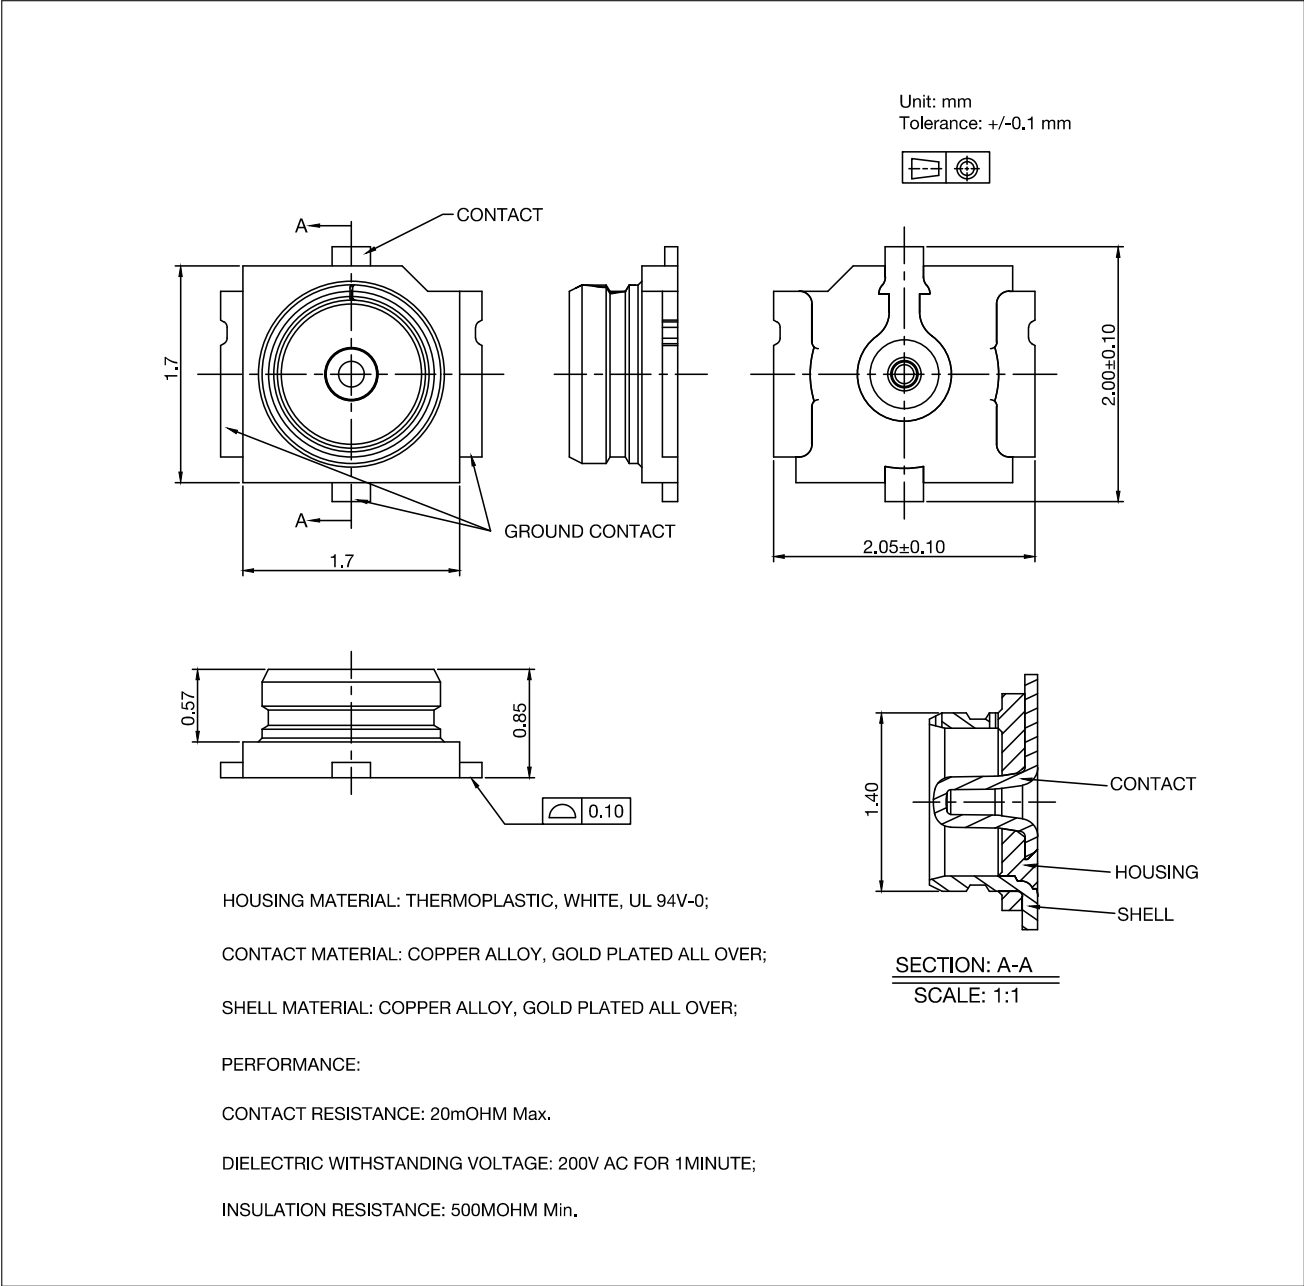

图 10: 外部天线连接器尺寸图
ESP32-H2-MINI-1U 采用图 10 外部天线连接器尺寸图 所示的第三代外部天线连接器，该连接器兼容：
- 接口规格与模组天线连接器接口匹配，参考图 10 外部天线连接器尺寸图